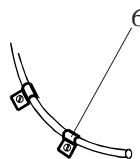

Fig 13
Lossa sedan låsblecken (6) (Fig 13) som
Lossa sedan låsblecken (7) (Fig 13) som håller värmeslingan. Montera värmeslingan i omvänd ordning.